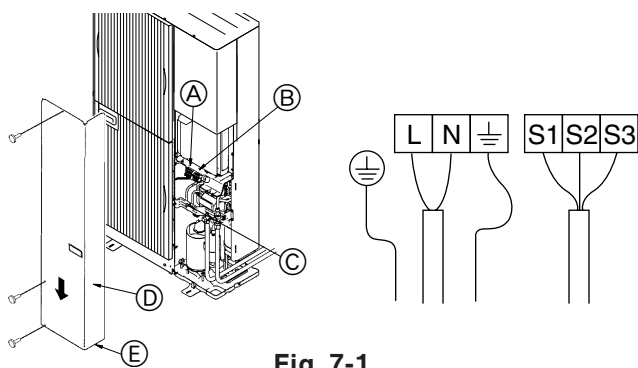

Fig. 7-1
7.1. Εξωτερική μονάδα (Fig. 7-1)
- ① Αφαιρέστε το πλαίσιο συντήρησης.
- ② Συνδέστε τα καλώδια σύμφωνα με την εικόνα Fig. 7-1.